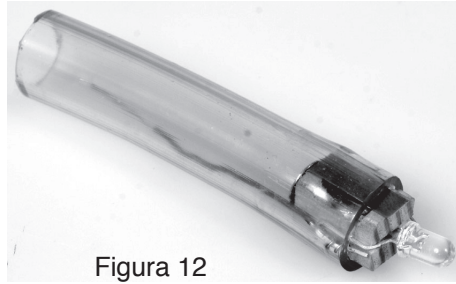

Figura 12
- 15.- Colocar el LED lo más adentro posible del tubo, hasta que quede completamente dentro y protegido por el tubo. Ver figura 12